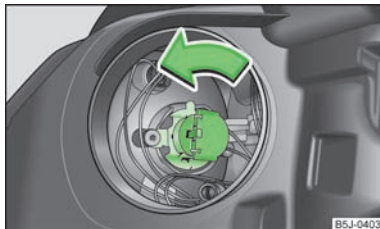

Fig. 149
- Faire tourner la fiche avec l'ampoule **en sens antihoraire** jusqu'en butée » fig. 149 et la faire sortir.